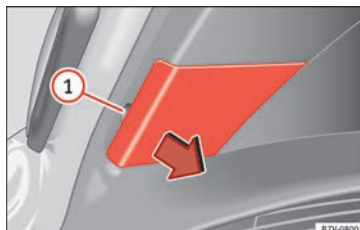

Fig. 110 En el portón trasero: quitar la cubierta.
2. Extraiga la cubierta cuidadosamente haciendo palanca con la parte plana del destornillador de las herramientas de a bordo » **fig. 99** por el rebaje » **fig. 110 ①**.